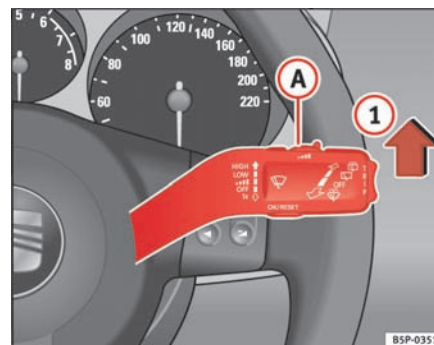

Fig. 88 Betjeningsarm til viskerne
- Tryk betjeningsarmen til viskerne til position **1** ⇒ fig. 88.